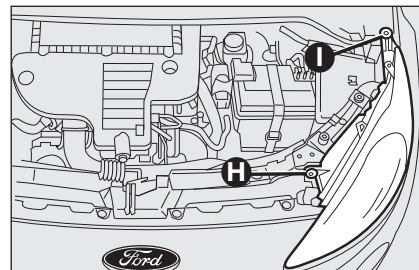

fig. 14
- ☐ después de haber elevado el capó, retirar los pernos de fijación **H** e **I** ubicados en los puntos indicados en la **fig. 14**;